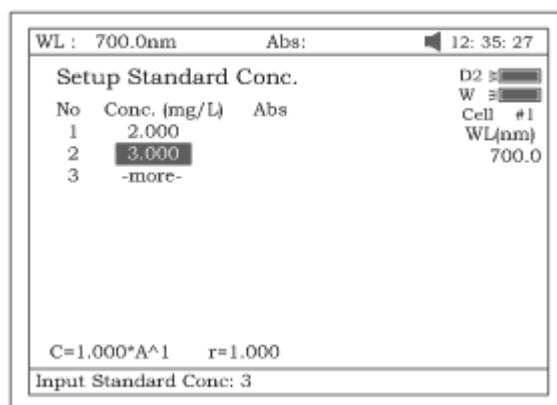

Рисунок 31
3.3. Нажмите клавишу **[F3]** (рис. 29) для создания стандартной кривой путем измерения группы стандартных образцов. См. рис. 31.
3.3.1. Введите значения концентраций стандартных образцов с цифровой клавиатуры с последующим нажатием на клавишу **[ВВОД]**. Для видоизменения введенных данных пользуйтесь клавишей **[Л]** или **[V]** (рис.31).